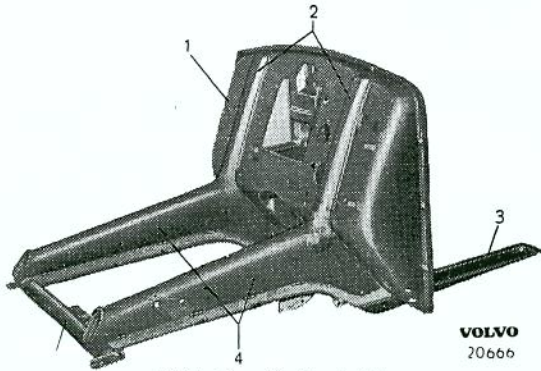

Bild 4. Mellanbräda.
Mellanbrädan (1, bild 4) utgör karossens främre tvärvägg och är utformad som en sned balja. Botten i denna bildar pedaldurk och sidorna främre delen av torpeden. Från mellanbrädans framsida utgår två sidobalkar (4). De är framtill sammanbundna med en rörbalk (5). Baktill förgrenar de sig och bildar förstärkningsbalkar (2 och 3). Dessa är punktsvetsade vid mellanbräda och främre golvplåt. Vid